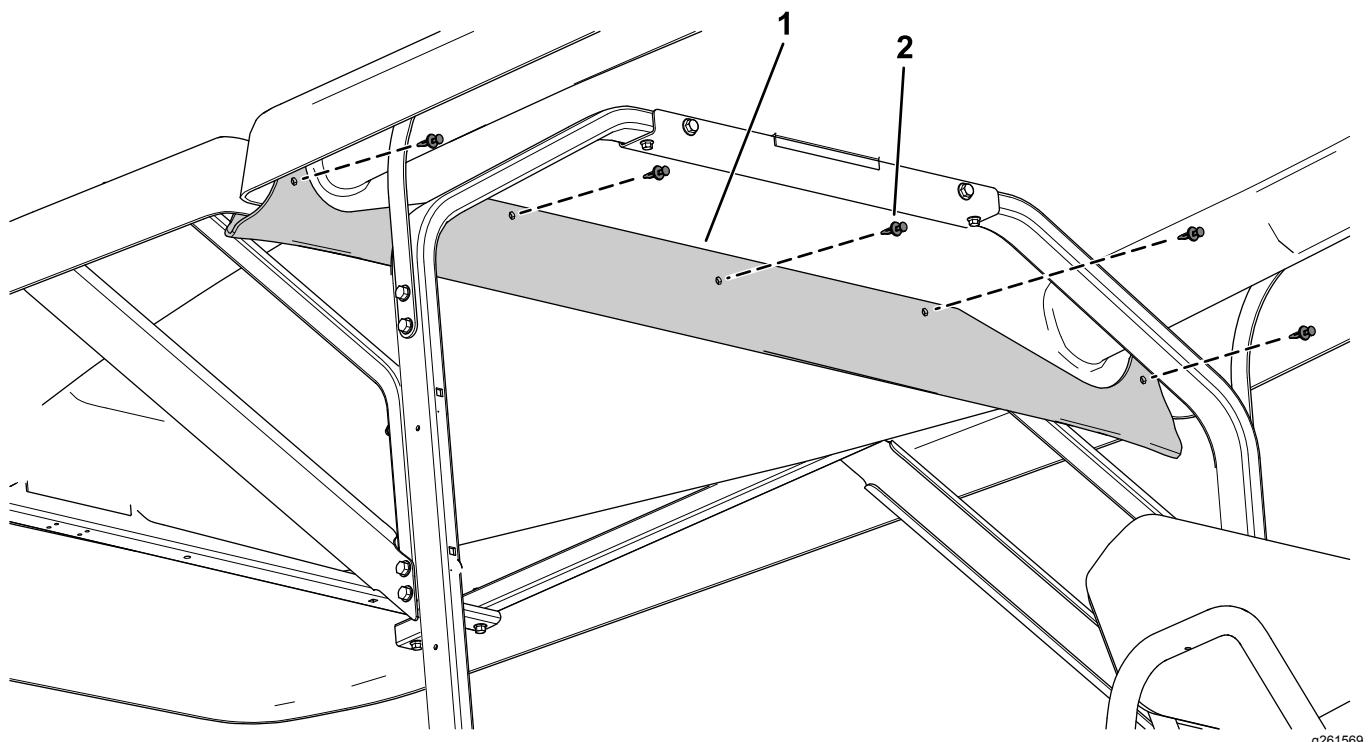

Figura 10
3. Sujete el canalón a la capota delantera con 5 remaches de plástico (Figura 10).